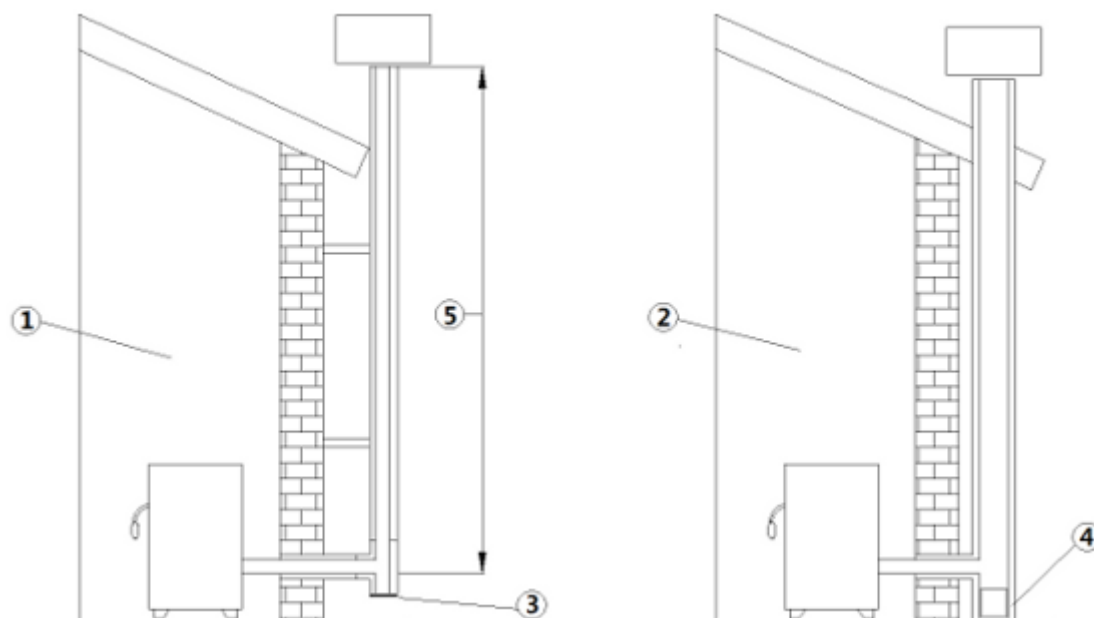

Fig. 1 - Rauchabzüge
LEGENDE Fig. 1 auf S. 7
- Der Schornstein muss unabhängig sein (siehe **Fig. 1 auf S. 7**) mit isolierten Edelstahl-Rohren (1) oder an einem bereits bestehendem Rauchabzug (2).
- Beide Lösungen müssen einen Inspektionsdeckel (3) und / oder eine Inspektionstür haben (4).